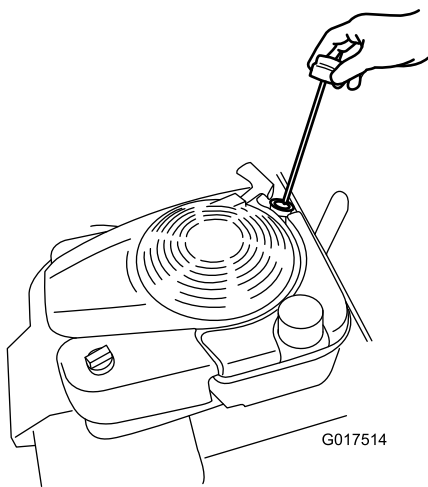

Figura 32
8. Rimuovete l'asta di livello (Figura 32) e versate nel tubo di riempimento una quantità d'olio pari a circa 3/4 della capacità del carter.